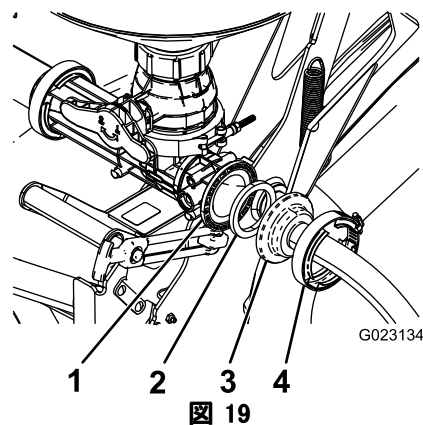

図 19
4. 吸液ホースの端部（バルクヘッドについていない方）を、エダクタバルブの開口部（後方を向いている開口部）に取り付ける；ガスケットとウォームねじクランプを使用する（図 19）。